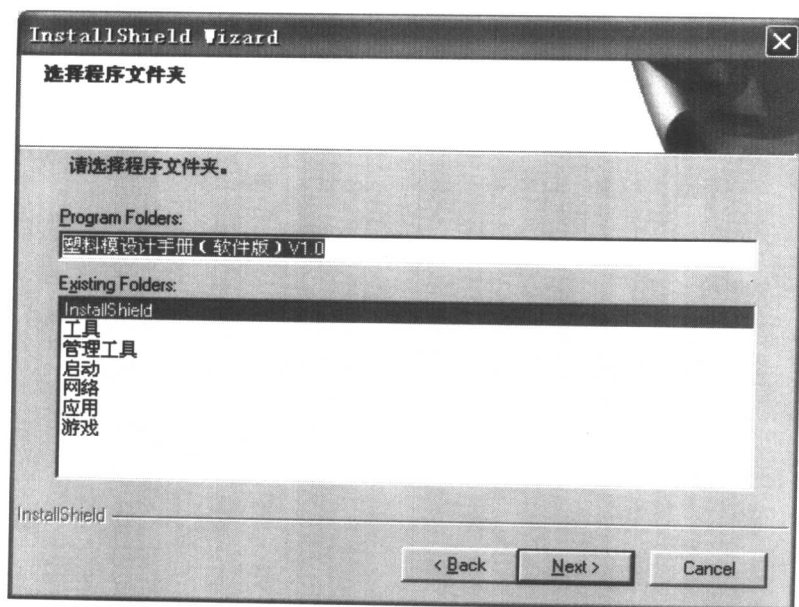

图 1.7 选择程序文件夹界面
(7) 单击“Next”按钮，出现选择程序文件夹界面，如图 1.7 所示。您可以输入新的文件夹名，或从现有文件夹列表选择一个。